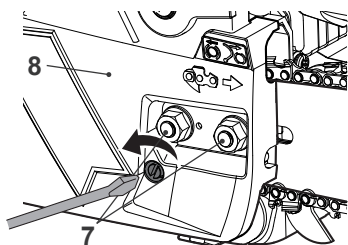

Fig. 1
- > Dévisser les écrous [7] et enlever le couvercle [8] (Fig. 1/2)